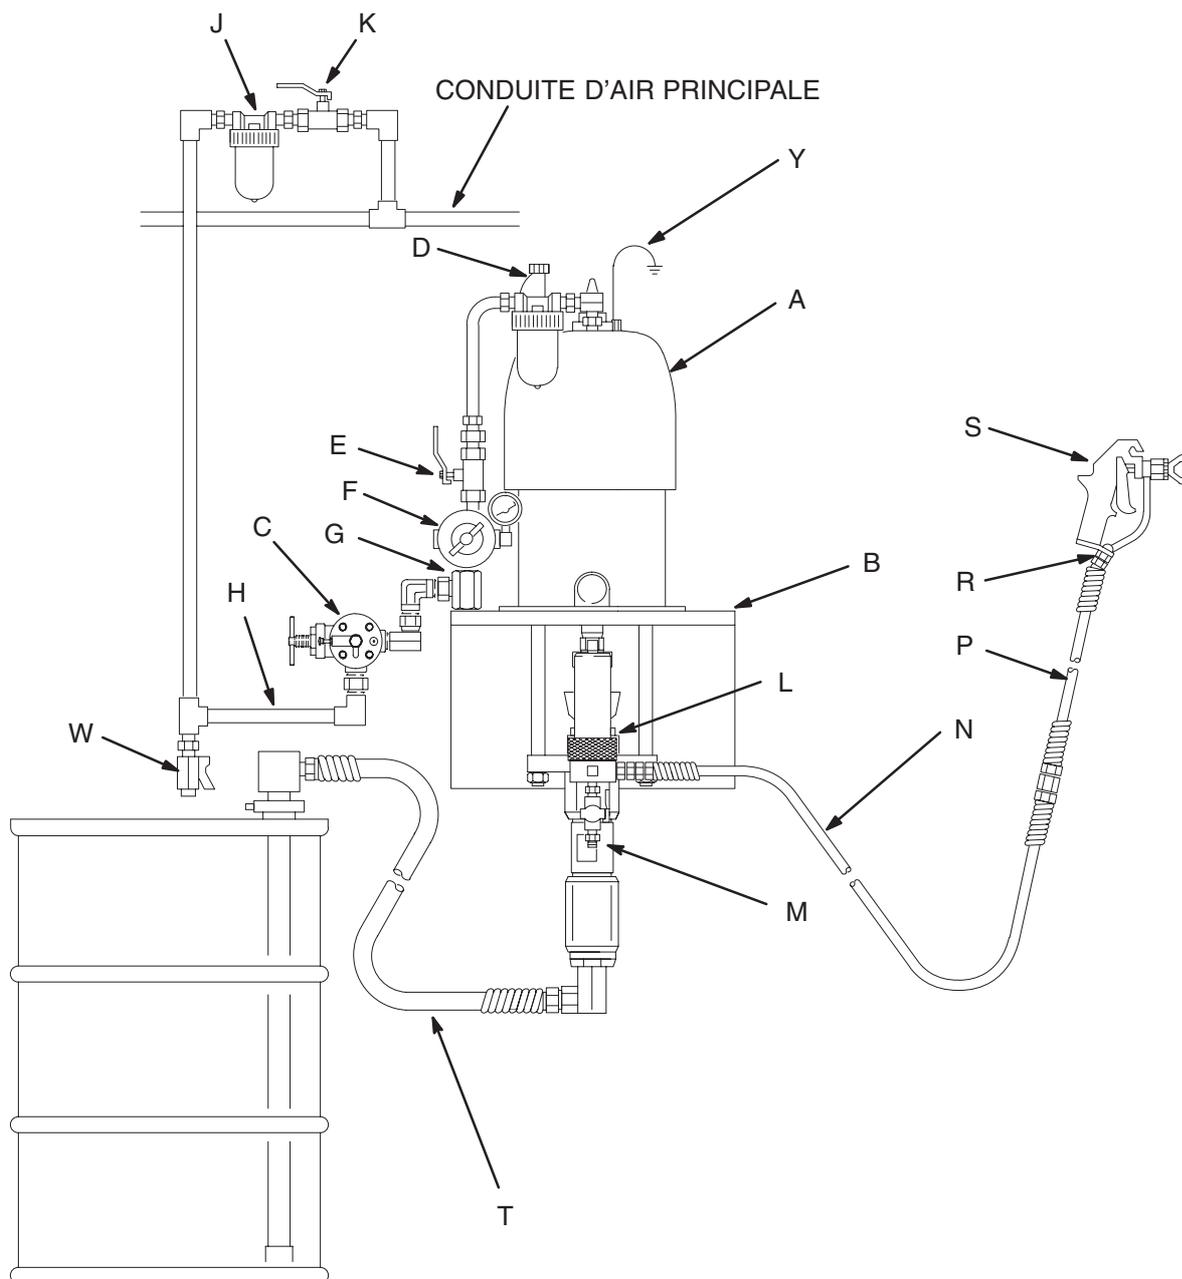

Fig. 3
La Fig. 3 constitue simplement un guide pour le choix et l'installation des accessoires et des composants du système. Prenez contact avec votre distributeur Graco afin d'obtenir de l'aide pour la conception d'un système qui réponde à vos besoins particuliers.
Monter la pompe (A) correspondant au type d'installation prévue. La Fig. 3 représente une installation à montage mural. Les dimensions de la pompe et le schéma des trous de fixation figurent à la page 33.
Installer les accessoires suivants aux emplacements indiqués dans la Fig. 3, en utilisant des adaptateurs si besoin est:
- **Un filtre produit (L)** avec une cartouche de 250 microns (60 mesh) en acier inoxydable pour filtrer les particules du produit en sortie de pompe.
- **Une vanne de purge produit (M)** nécessaire dans le système permet de relâcher la pression produit dans le flexible et le pistolet (voir la **MISE EN GARDE** ci-contre).
- **Un pistolet (S)** distribue le produit. Le pistolet indiqué sur la fig. 3 est un pistolet de pulvérisation sans air pour des produits de viscosité faible à moyenne.
- **Un raccord tournant (R)** améliorant la maniabilité du pistolet.
- **Un kit d'aspiration (T)** permet à la pompe d'aspirer le produit d'un réservoir d'alimentation.
1. Se reporter à la Fig. 3. Raccorder le kit d'aspiration (T) à l'entrée produit de la pompe. Placer le tube dans l'alimentation produit.